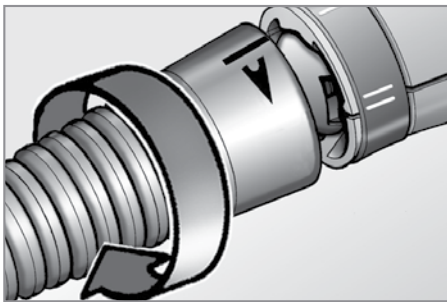

Fig. 2
a) das Zubehörteil bis zum Anschlag auf das Gerät schieben, dabei müssen das Markierungszeichen auf der Düse und das gelbe Markierungszeichen am Gerät aufeinander ausgerichtet sein (Abb. 2);
b) in Pfeilrichtung soweit drehen (Uhrzeigersinn), bis das Markierungszeichen am Zubehör auf die beiden Markierungslinien am Gerät ausgerichtet ist. Das Zubehörteil bleibt in dieser Position blockiert. Die Vorrichtung hat ein Gelenk, so dass die Verlängerungsdüse auf die beste Einsatzposition ausgerichtet werden kann: In diesem Fall wird die Verlängerungsdüse nicht bis zum Anschlag auf das Gerät geschoben, sondern nur bis zur schwarzen Ringdichtung aufgesetzt. Die Markierungslinie auf der Düse muss auf das gelbe Markierungszeichen am Gerät ausgerichtet werden (Abb. 2).